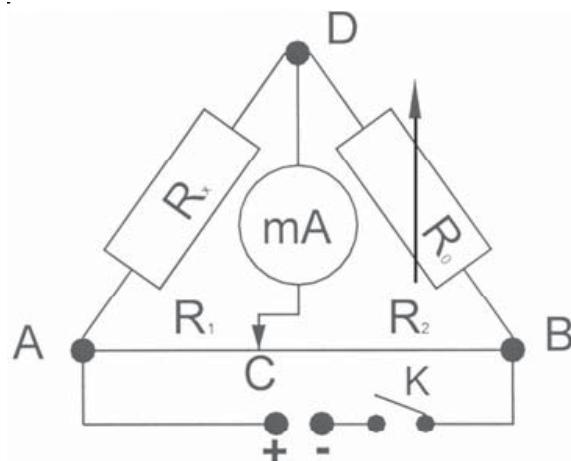

Fig. 1
Das Gerät besteht aus einer Schiene mit Skala auf zwei Sockeln mit einem zwischen zwei Anschlussbuchsen aufgespannten Widerstandsdräht. Aufgesetzt auf den Widerstandsdräht befindet sich ein Schleifkontakt, der die Widerstände R_1 und R_2 definiert (siehe Fig. 1).
Zur Bestimmung eines Widerstands dient der Aufbau einer Wheatstone'schen Brückenschaltung (siehe Fig. 1).
- Experimenteraufbau wie abgebildet zusammenschalten (siehe Fig. 1).